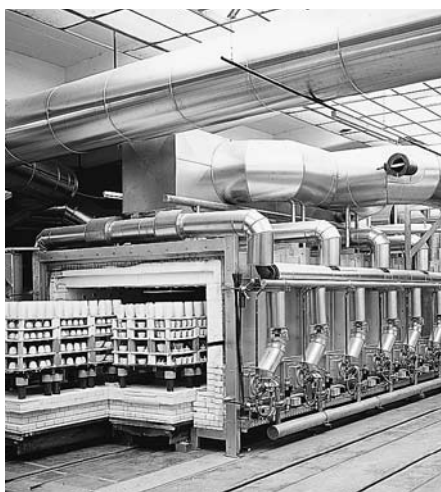

Рис. 1
1. Brennergehäuse und Ofenflansch (Fig. 1)
1. Burner housing and furnace/kiln flange (Fig. 1)
1. Корпус горелки с соединительным фланцем (Рис. 1)